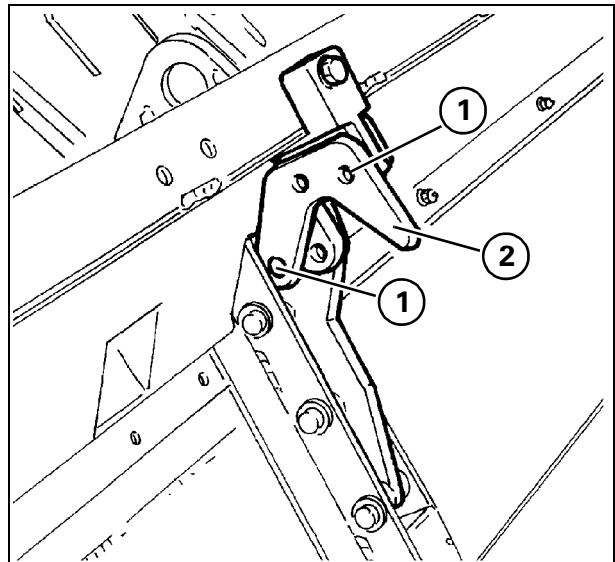
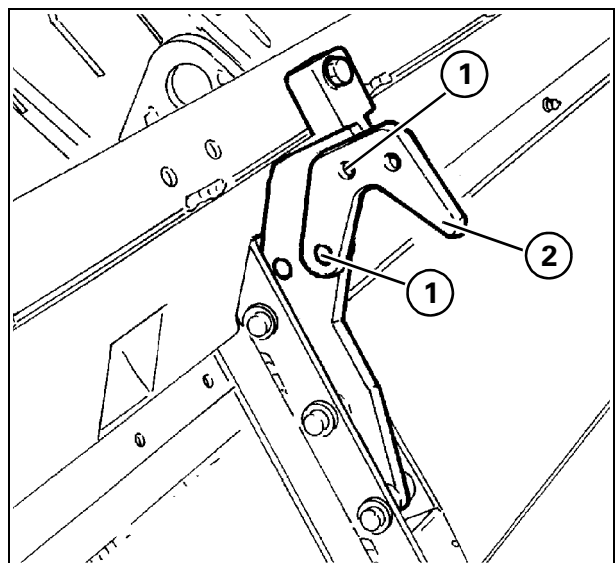

Рис. 11
Рис. 12
(модели MF S) - Рис. 11 – Рис. 12
- 2.) Демонтировать болты (1) крепления крюка (2) на обеих сторонах.
- 3.) Изменить положение крюков (2), переместив их назад, затем закрепить, как показано на Рис. 11.
Нормальное положение (Рис. 11) рекомендуется при обработке любых культур (даже полеглых). Если камнеуловитель заполняется слишком быстро, следует увеличить угол наклона жатки относительно поверхности грунта (Рис. 12).